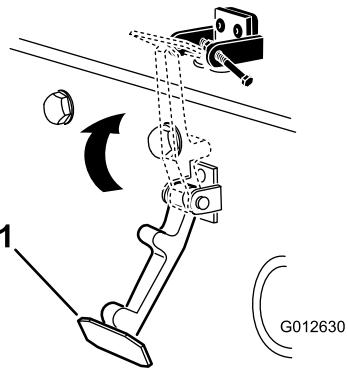

Bild 8
- Haken Sie den Riegel in die Halterung des Motorhaubenriegels (Bild 8).